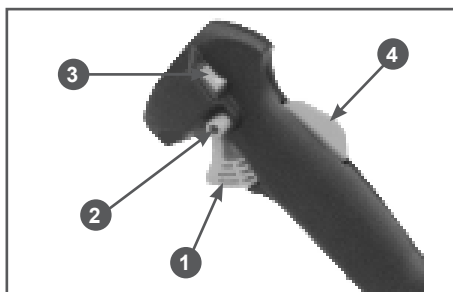

Рис. 4 Рукоятка управления
- Выключатель зажигания 3 (Рис. 4) установите в положение «I» (ВКЛЮЧЕНО).
- Нажмите одновременно на рычаг газа 1 и предохранительный рычаг 4 так, чтобы рычаг газа прошел примерно $\frac{1}{2}$ своего хода и заблокируйте его нажав на фиксатор 2 (Рис. 4).
9. После запуска переведите двигатель в режим холостого хода. Для этого нажмите на рычаг газа 1 (Рис. 4) и отпустите его. Фиксатор 2 (Рис. 4) при этом освободит от блокировки рычаг газа, рычаг газа встанет в положение холостого хода. Прогрейте двигатель на холостых оборотах в течение около 30-60 секунд.